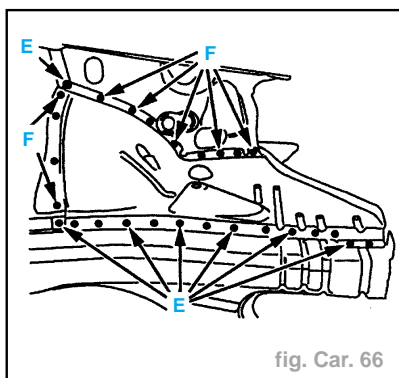

fig. Car. 66
- Poser le passage de roue partie AV (fig. Car. 66).